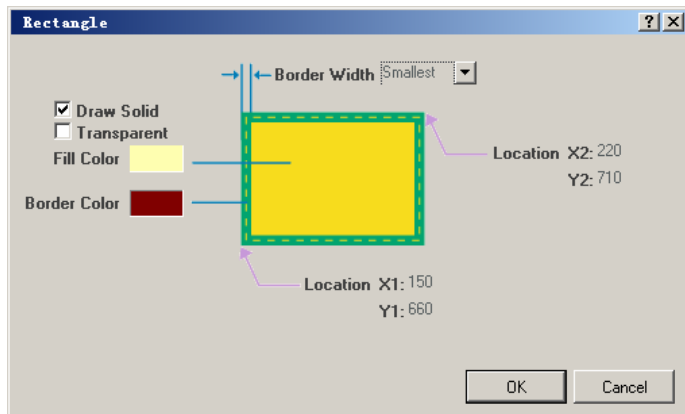

图 2.119 “Rectangle”对话框
(1) 在主菜单中选择“Place”->“Drawing Tools”->“Rectangle”命令，或者单击“Utilities”工具栏中的绘图工具按钮，在弹出的绘图工具栏中选择矩形工具。
(2) 单击“Tab”键，打开如图 2.119 所示的“Rectangle”对话框。